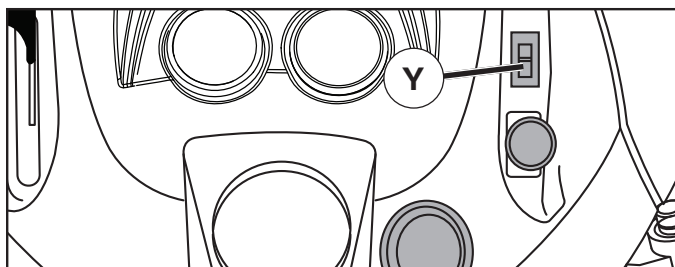

Fig. 14
POUR UTILISER LA COMMANDE DE BLOCAGE DE DIFFÉRENTIEL (Y) (Voir Fig. 14)